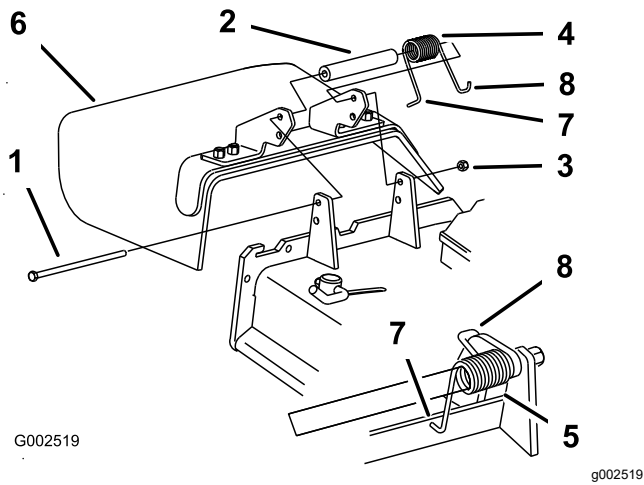

Bild 113
1. Entfernen Sie die Sicherungsmutter, Schraube, Feder und das Distanzstück, mit denen das Ablenkblech an den Drehhalterungen befestigt ist (Bild 113).
Hinweis: Stellen Sie sicher, dass sich das L-Ende der Feder hinter der Mähwerkseite befindet, bevor Sie die Schraube einsetzen, siehe Bild 113
5. Führen Sie das J-förmige Hakenende der Feder um das Ablenkblech (Bild 113).